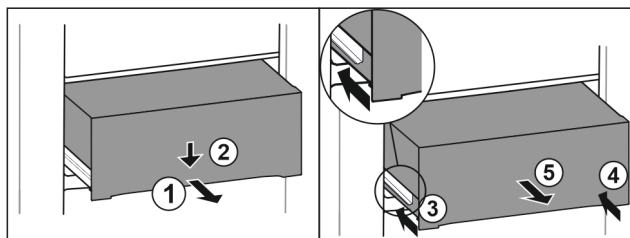

Fig. 104
- Wyciągnąć szufladę do połowy. Fig. 104 (1)
- Popchnąć szufladę z przodu w dół. Fig. 104 (2)
- Wsunąć lewą szynę o ok. 2 cm. Fig. 104 (3)
- Wsunąć prawą szynę o ok. 2 cm. Fig. 104 (4)
- Wyjąć szufladę do przodu. Fig. 104 (5)